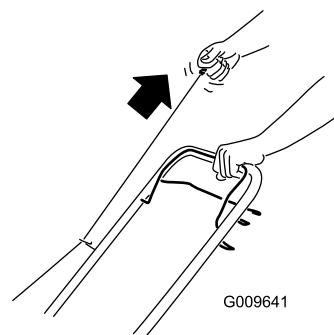

Figure 14
2. Tirez sur la poignée du lanceur (Figure 14).
**Remarque:** Tirez la poignée du lanceur jusqu'à ce que vous sentiez une résistance, puis tirez vigoureusement (Figure 14). Laissez le lanceur se rétracter lentement jusqu'à la poignée.